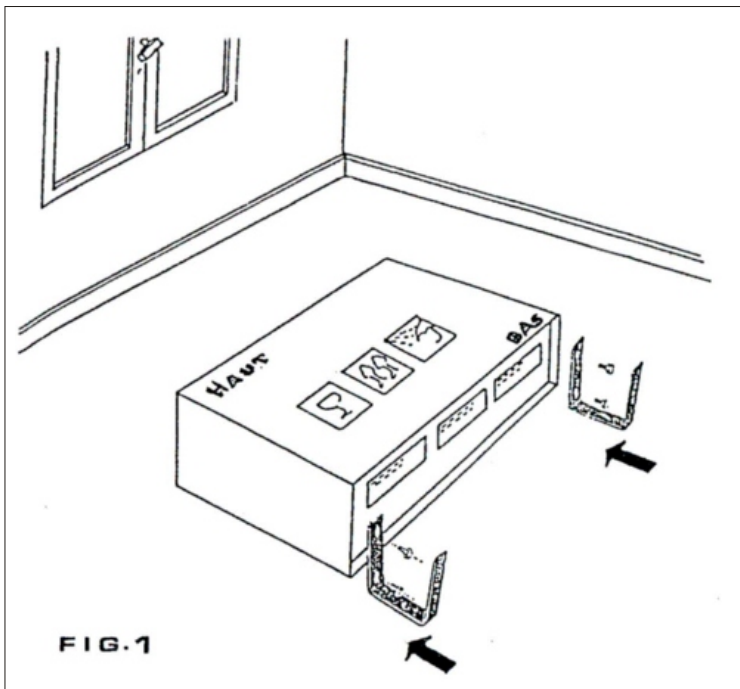

FIG. 1
- Ouvrir l'emballage côté fléché et visser les pieds Fig 1 avant de sortir l'appareil.